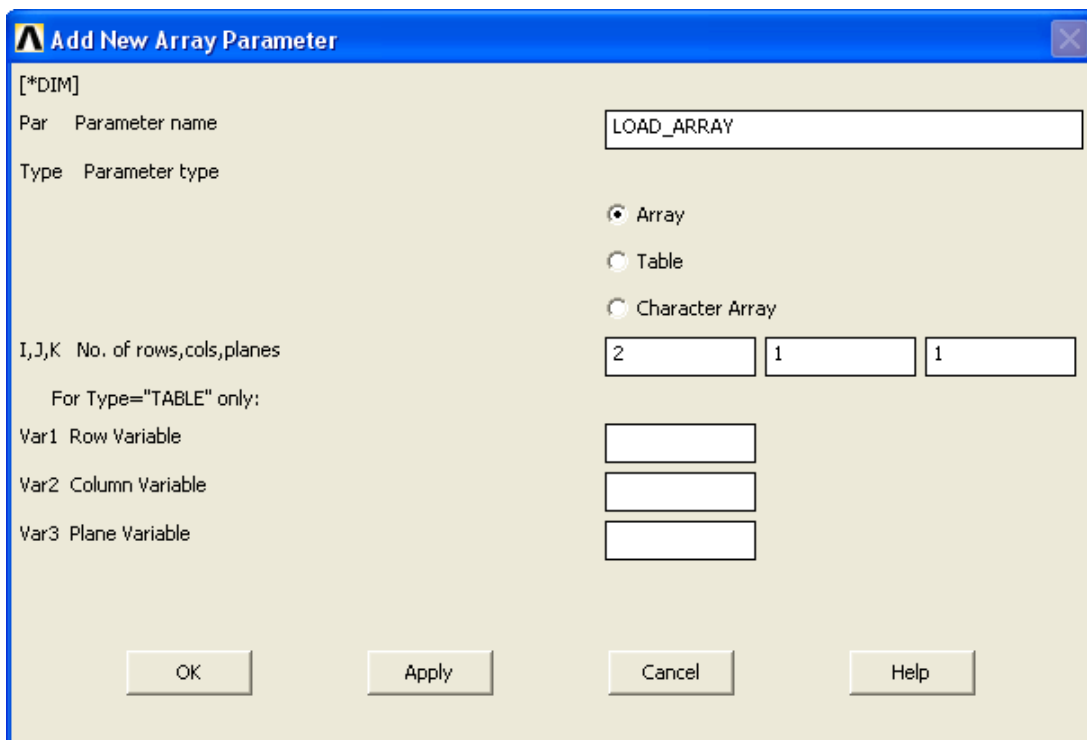

Рисунок 37. Окно *Add New Array Parameter*
- В этом окне необходимо нажать *Add...* и в окне *Add New Array Parameter* (Рисунок 37) в поле *Par* необходимо ввести имя массива (в данном случае *LOAD_ARRAY*), в котором будут заданы начальное и конечное значение нормированной нагрузки, т.е. будем использовать массив из двух строк (указано «по умолчанию» раздел *I,J,K No. of row, column, planes*).